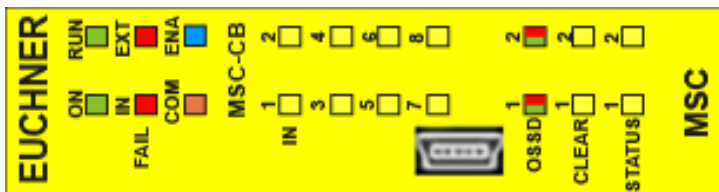

Bild 13:
8.3.1. Basismodul MSC-CB (Bild 13)